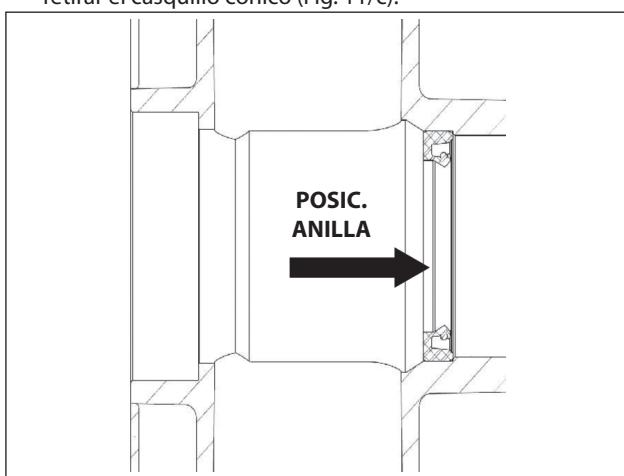

Fig. 11
- Montar las nuevas anillas de retención de las guías pistón hasta que encaje con la correspondiente sede sobre el cárter de la bomba (Fig. 11) siguiendo el procedimiento aquí descrito:
utilizar la herramienta cód. 27904900 compuesto por casquillo cónico y tampón. Atornillar el casquillo cónico en el orificio que se encuentra presente sobre la guía pistón (Fig. 11/a), introducir la nueva anilla de retención sobre el tampón y encajarlo (determinado por la altura del mismo tampón) en la sede sobre el cárter bomba (Fig. 11/b), retirar el casquillo cónico (Fig. 11/c).